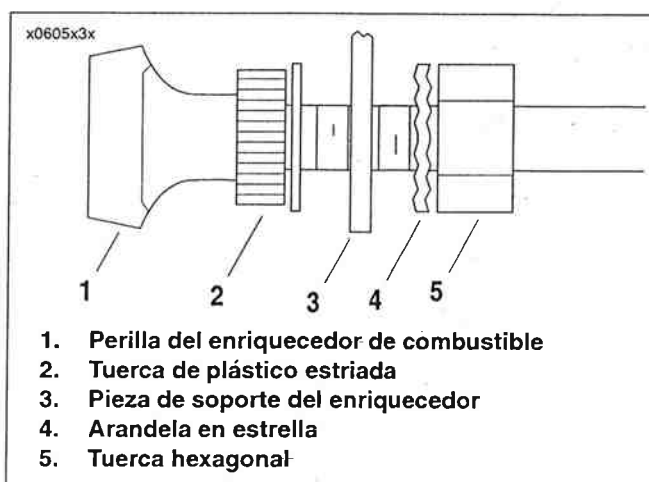

Figura 3-12. Control del enriquecedor
8. Vea la Figura 3-12. Afloje la tuerca (5) y quite el conjunto de la perilla del enriquecedor de la pieza de soporte del enriquecedor (3).